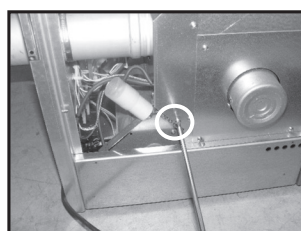
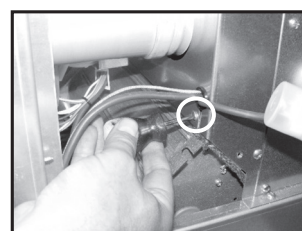
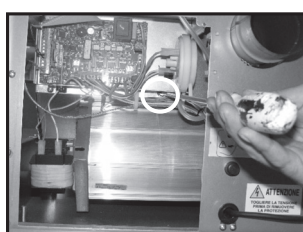
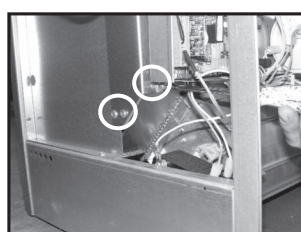

Figura 28
Figura 29
Figura 30
Figura 31
6. Estrarre le cinque viti dalla piastra di sostegno della ventola. Vite 1 (vedere Figura 28), vite 2 (vedere Figura 29), vite 3 (vedere Figura 30), vite 4 & 5 (vedere Figura 31).